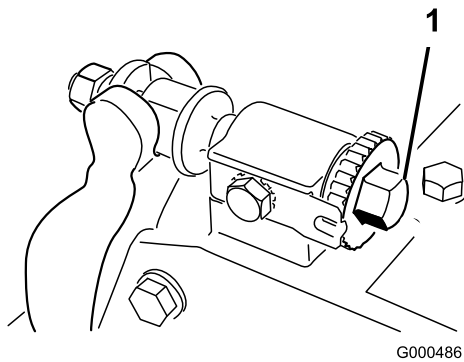
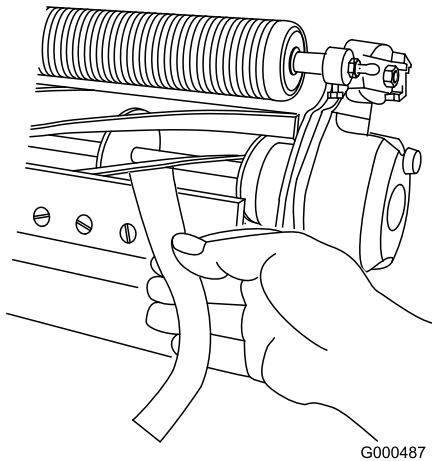

Figura 58
Figura 59
2. Asegúrese de eliminar el contacto con el molinete girando los tornillos de ajuste de la barra de asiento en el sentido contrario a las agujas del reloj (Figura 58).
4. En un extremo del molinete, inserte una tira larga de papel de periódico entre el molinete y la contracuchilla (Figura 59). Mientras gira el molinete lentamente hacia adelante, gire en el sentido de las agujas del reloj el tornillo de ajuste de la barra de asiento (en el mismo extremo del molinete) (Figura 58), un clic a la vez, hasta que el papel quede ligeramente aprisionado cuando se inserta desde delante, paralelo a la contracuchilla. Se notará una ligera resistencia al tirar del papel.
contracuchilla (Figura 59). Debe ser posible cortar el papel con un contacto mínimo entre la contracuchilla y las cuchillas del molinete. Si se nota una resistencia excesiva del molinete, será necesario afilar o amolar la unidad de corte para conseguir los filos necesarios para un corte de precisión (consulte el manual de afilado de molinetes de Toro).